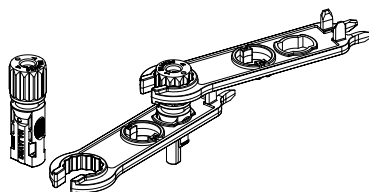

Figura 6.5 Conector com porca de capa parafusada
c) Insira o pino de contato na parte superior do conector e aperte a porca da capa na parte superior do conector. (como mostra a figura 6.5).